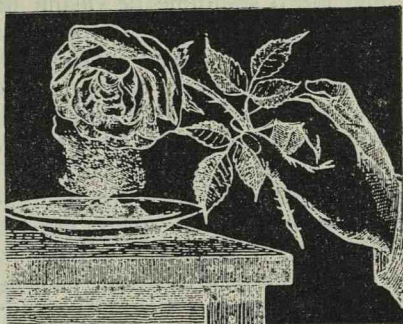

Fig. 178 Negativul figurei 102.
5. *Negativul*. Placa de sticlă este spălată în urmă cu apă multă. Imagina de pe ea e neagră și opacă în părțile atinse de lumină și care corespund cu părțile albe și luminoase ale obiectului fotografiat. Pentru acest cuvânt placa se numește negativul fotografiei, fig. 178.